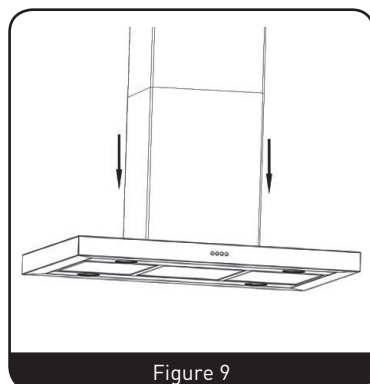

Figure 9
- Si votre hotte aspirante doit être utilisée dans le mode d'extraction, fixez la gaine au plafond. (Figure 9)